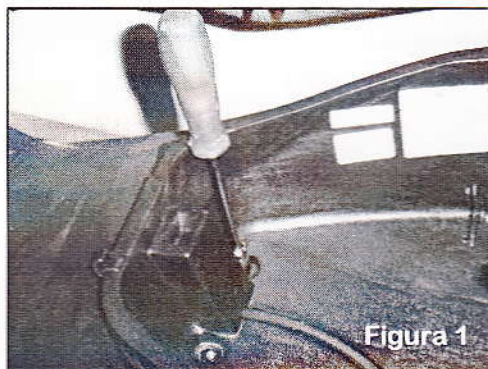

Figura 1
1. Levantar el asiento del scooter y desmontar los tornillos originales del cofre.(Figura 1)